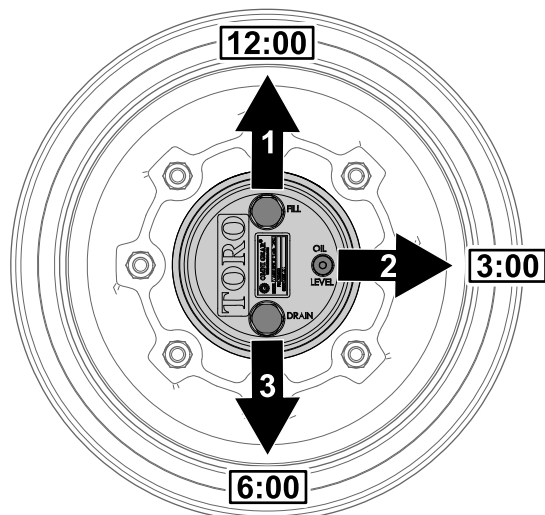

Figura 65
- Parcheggiate la macchina su una superficie pianeggiante, posizionate la ruota in modo che il tappo di riempimento si trovi nella posizione a ore 12, il tappo di controllo nella posizione a ore 3 e il tappo di spurgo nella posizione a ore 6 (Figura 65).
- Rimuovete il tappo di controllo nella posizione a ore 3 (Figura 65).
1. Parcheggiate la macchina su una superficie pianeeggiante, posizionate la ruota in modo che il tappo di riempimento si trovi nella posizione a ore 12, il tappo di controllo nella posizione a ore 3 e il tappo di spurgo nella posizione a ore 6; fate riferimento alla Figura 65 in Controllo del lubrificante della trasmissione degli ingranaggi a ruotismo planetario (pagina 63).